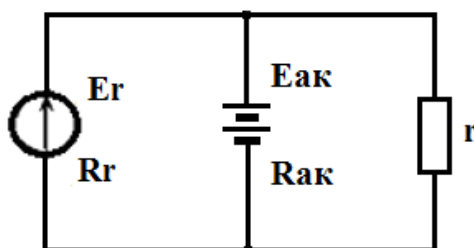

Рис. 1.56. Схема к задаче 6
6. Как известно, если увеличивать ток нагрузки  $I$ , то при малых значениях этого тока аккумулятор заряжается, а при больших – разряжается. Определить: а) при каком значении тока нагрузки  $I_{\text{пред}}$  аккумулятор переходит с зарядки на разрядку; б) какую мощность отдают нагрузке генератор и аккумулятор при токе, превышающем  $I_{\text{пред}}$  в 1,5; 2; 2,5 раза, если  $E_r = 14 \text{ В}$ ;  $E_{\text{ак}} = 12 \text{ В}$ ;  $R_r = 0,2 \text{ Ом}$ ;  $R_{\text{ак}} = 0,1 \text{ Ом}$  (рис. 1.56)?